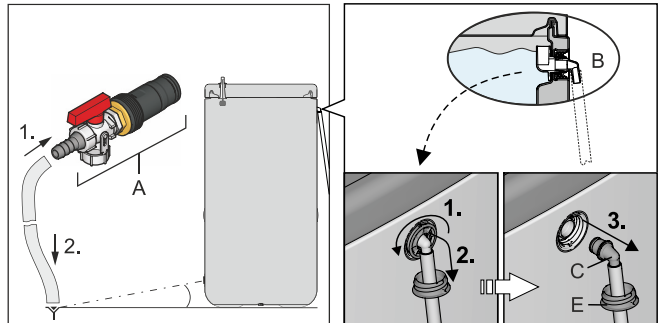
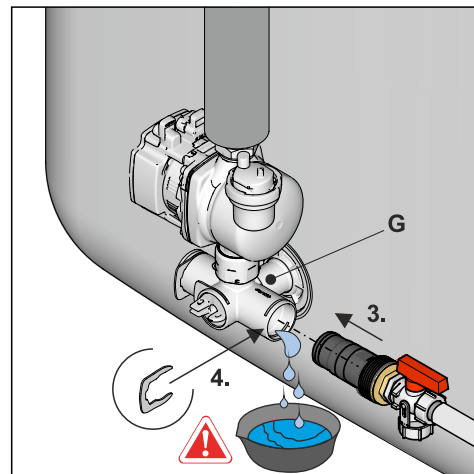

Fig. 59-1 Montaggio del flessibile di scarico; opzionale: smontaggio del pezzo di raccordo dal troppopieno di sicurezza
Fig. 59-6 Montaggio del raccordo di riempimento KFE nell'angolare di raccordo
- 2 Collegare il flessibile di scarico sul **raccordo di riempimento KFE (accessorio KFE BA)** (Fig. 59-1, pos. A) e posarlo con un punto di scarico almeno al livello del pavimento.
Se non è disponibile un **Raccordo di riempimento KFE**, è possibile smontare e utilizzare in alternativa il raccordo (Fig. 59-1, pos. C) del troppopieno di sicurezza (pos. B).
Tab. 59-1 Legenda per Fig. 59-1 fino a Fig. 59-6
- 1 Regolare l'inserto valvola sull'angolare di raccordo in modo che la via verso il tappo cieco sia chiusa (Fig. 59-6).
- 2 Mettervi sotto una vasca di raccolta adatta e rimuovere il tappo cieco dall'angolare di raccordo (Fig. 59-6).
- 3 Innestare il **raccordo di riempimento KFE** nell'angolare di raccordo e bloccarlo con la clip di fissaggio (Fig. 59-6).